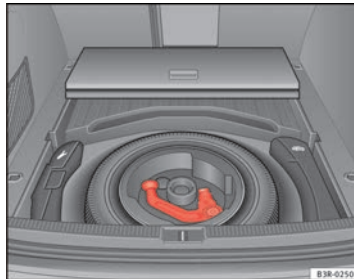

Abb. 165 Gepäckraum:
- Bei Fahrzeugen mit Reserverad ⇒ Abb. 165.